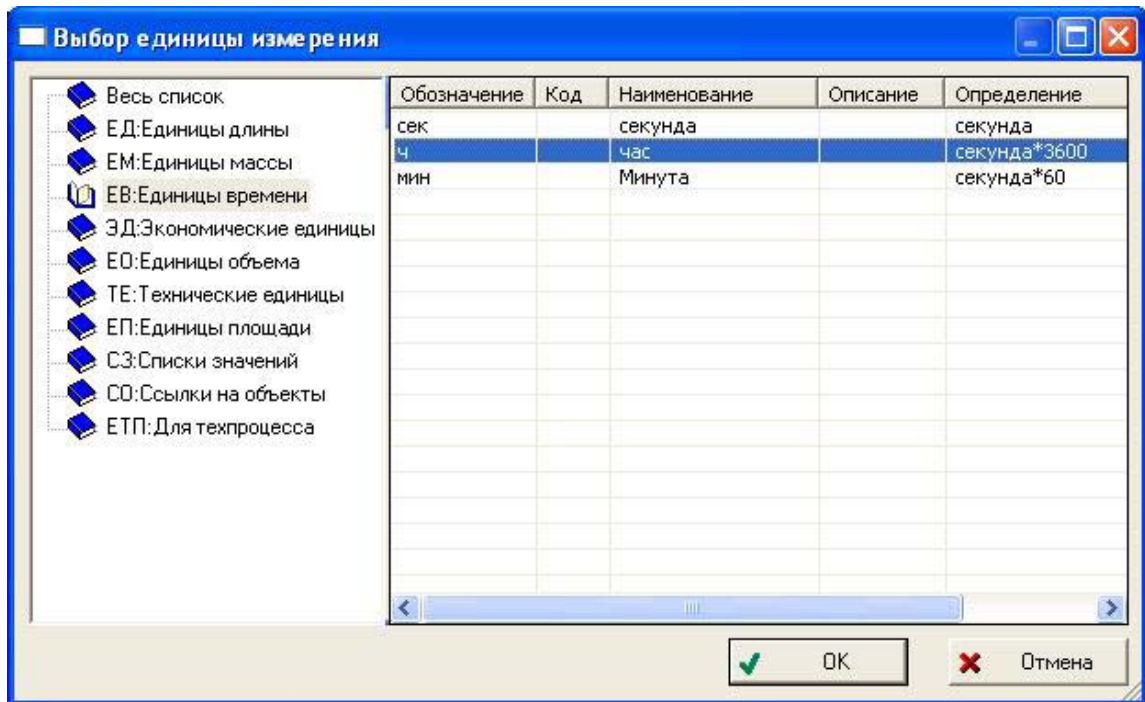

Рисунок 6. Окно выбора единицы измерения
- Для задания единицы измерения параметров «Трудоемкость» и «Трудоемкость единицы продукции» необходимо нажать на кнопку справа , и в появившемся окне указать единицу измерения (Рисунок 6). Единицы измерения настраиваются при помощи модуля «Настройка словарей БД».